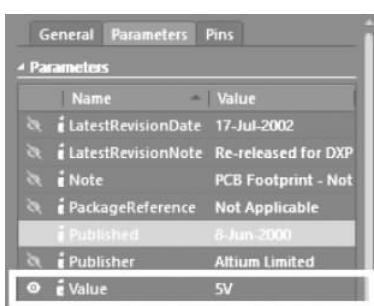

图 3-7 修改 V1 参数
② 打开如图 3-7 所示的界面，在 Parameters 选项卡中，找到 Value 行，在右侧输入 5V。